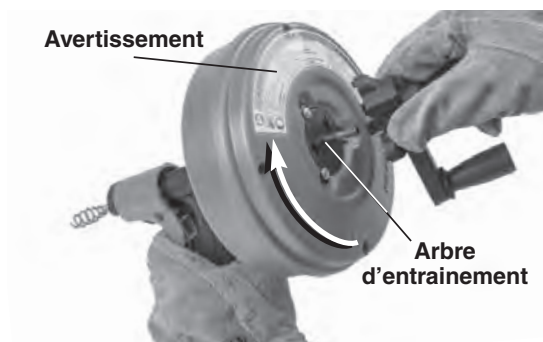

Figure 2 – Retrait de la manivelle du POWER SPIN+
- La présence et lisibilité des avertissements apposés sur l'appareil (*Figure 2*).
7. Pour utiliser le POWER SPIN+ avec une perceuse à piles, retirez la manivelle du dos du tambour en appuyant sur ses languettes latérales (Figure 2). Serrez l'arbre d'entraînement du tambour dans le mandrin de la perceuse.
7. Faites tourner le tambour en sens horaire (comme indiqué par la flèche à son dos dans la *Figure 2*), puis appuyez sur la gâchette du tourniquet pour faire avancer le câble dans la canalisation.